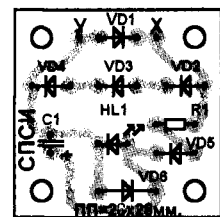
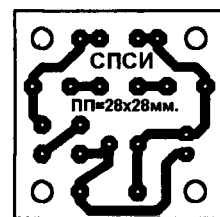

Рис. 2
Рис. 3
Детали индикаторов СПСИ размещаются на трех одинаковых печатных платах (см. **рис. 2** и **рис. 3**) из односторонне фольгированного стеклотекстолита размерами 28x28 мм. Все детали располагаются на платах вертикально. Рисунок печати - "трассировка печатной платы" - (см. **рис. 3**) может быть перенесен на медную фольгу методом термопереноса или переведен при помощи копирки и обведен кислотостойкими перманентными маркерами. Подойдут, например, маркеры centropen 2846 CE PERMANENT или другие, специализированные, для подписывания компьютерных CD - дисков. Для того, чтобы маркеры быстро не высохли, а послужили неоднократно, следует сразу же после их использования плотно закрывать пишущий узел колпачком. Толщина платы не критична и может составлять 1,5...2,5 мм. В плате сверлятся 4 крепежных отверстия диаметром 3,2 мм под винты М3. Отверстия под выводы диодов VD2...VD4 - 1,3 мм, под остальные детали - $0,9 \pm 0,2$ мм; под соединительные проводники - $1,2 \pm 0,2$ мм. Буквы X и Y на схеме электрической принципиальной (**рис. 1**) упрощают обозначение соответствующих им контактных "пятачков" на печатных платах.
2. Ю. Беленец. А. Кузема. “Один светильник – много выключателей” - “Радио”, 2004, № 10, с. 45, рис. 2. Рубрика “Обмен опытом”. Ред. А. Долгий.